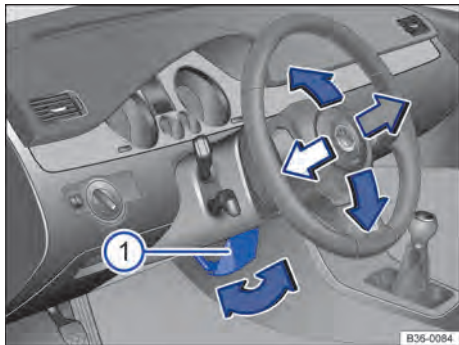

Fig. 50 Ajustar a posição do volante mecanicamente.
- Virar a alavanca ⇒ Fig. 50 ① para baixo.